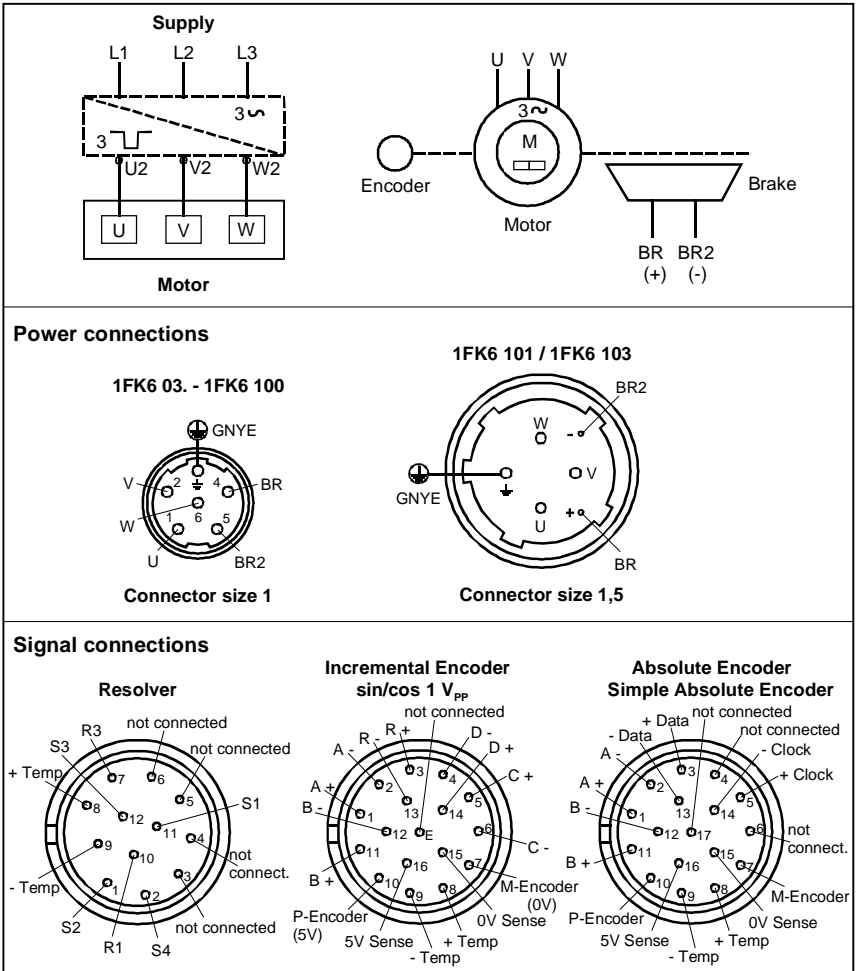

Fig. 5 Circuito elettrico
- Osservare i dati della targhetta (capitolo 3.1) e le indicazioni degli schemi elettrici (Fig. 5).
2. Effettuare la piedinatura dei connettori come da Fig. 5. Collegare il conduttore di protezione.
3. Collegare il freno tramite il connettore di alimentazione come da Fig. 5.
2. Effettuare la piedinatura dei connettori come da Fig. 5.
Applicare sui Pins BR, BR2 (Fig. 5) 24 V DC $\pm 10\%$ e verificare la corsa libera del rotore (nessun rumore di abrasione).